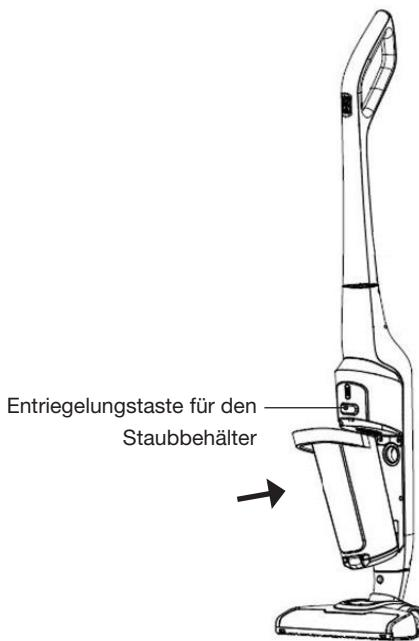

Abb. 4
- Setzen Sie den Staubbehälter in das Gerätegehäuse ein, indem Sie zuerst die Unterseite ausrichten und die Oberseite am Gerätegehäuse befestigen, bis er mit einem hörbaren Klicken einrastet (siehe Abb. 4).
Um den Staubbehälter aus dem Gerätegehäuse zu nehmen, drücken Sie auf die Entriegelungstaste (Abb. 4).